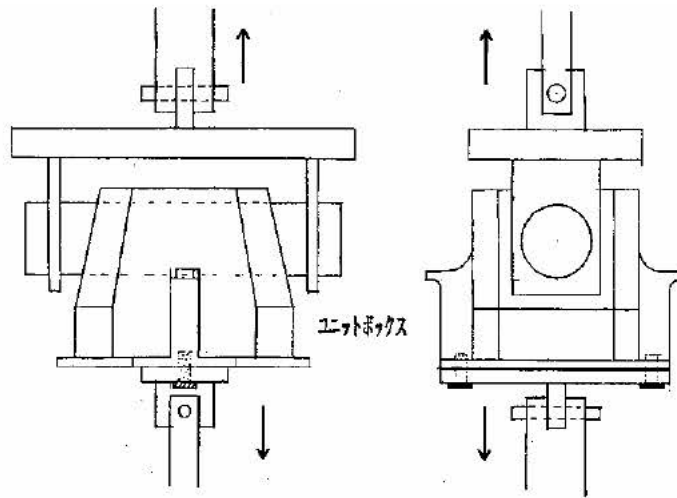

図2 ナット部引張強度試験装置
- (1) 試料（本体のみ）を $23 \pm 2^{\circ}\text{C}$ に2時間保った後、図2に示しますようにM4ビスを用い試験装置に取り付けます。
- (2) 毎分10mmの速さで、3300Nになるまで引張荷重を上下方向に加えます。